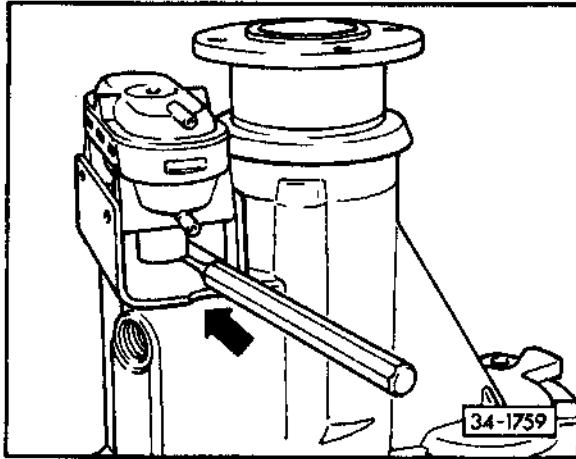
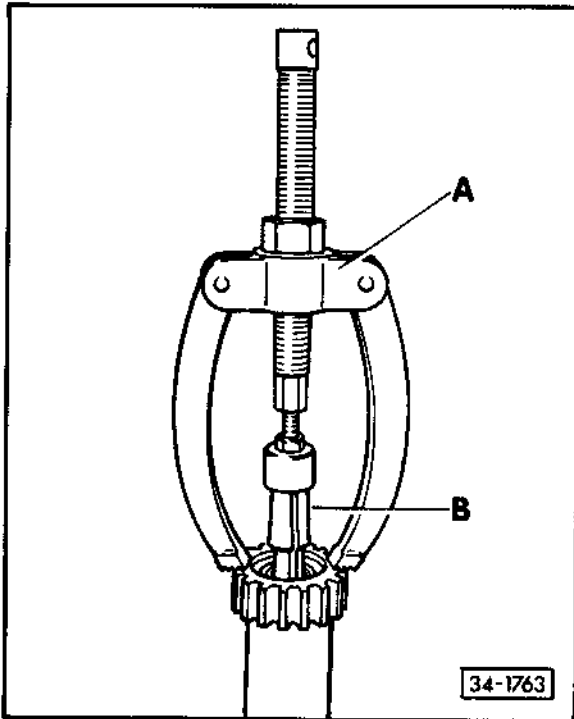

Abb. 1 Stellelement ausbauen
Abb. 5 Nadellager ausbauen
- 10 Stellelement (2)**
- ausbauen – Abb. 1
- 11 Sechskantschraube (2)**
- 12 Sechskantschraube (2)**
- 13 Dichtring (2)**
- 14 Schalter für Kontrolleuchte (2)**
- 15 Dichtring (2)**
- 16 Antriebswelle (1)**
- 17 Sicherungsring (1)**
- 18 Verbindungsmuffe (1)**
- 19 Antriebswelle (2)**
- 20 Nadellager (2)**
- ausbauen – Abb. 5